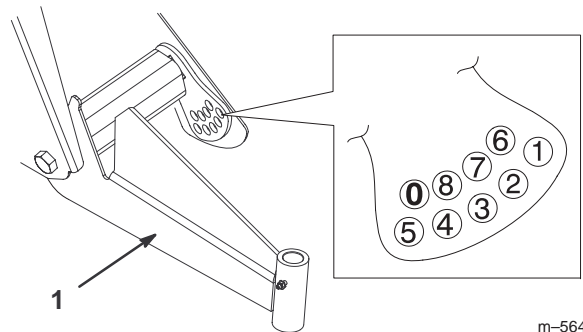

**Bild 25**
2. Entfernen Sie die Anschlagschraube (Bild 25).
3. Lockern Sie die Zentrierschrauben im vorderen A-Arm (Bild 25).
4. Entfernen Sie die Fahrhöhe-Einstellschraube (Bild 25).
5. Drehen Sie den vorderen A-Arm in die gewünschte Stellung (siehe den nachstehenden Hinweis) und schrauben die Fahrhöhe-Einstellschraube wieder ein (Bild 25).
7. Setzen Sie die Anschlagschraube (Bild 25) wieder ein.